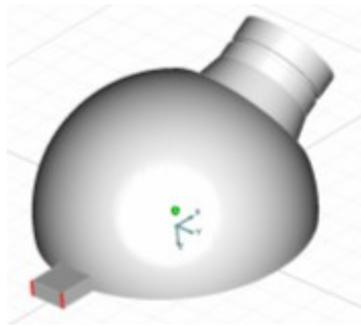

Рис. 2.20 Аксонометрия построенной части модели.
Поверните модель так, чтобы были видны два ребра фланца (рис. 2.20)
2. На запрос «Выберите Ребра» укажите два ребра фланца (см. рис. 2.20) и нажмите среднюю кнопку мыши или клавишу «Esc» на клавиатуре.